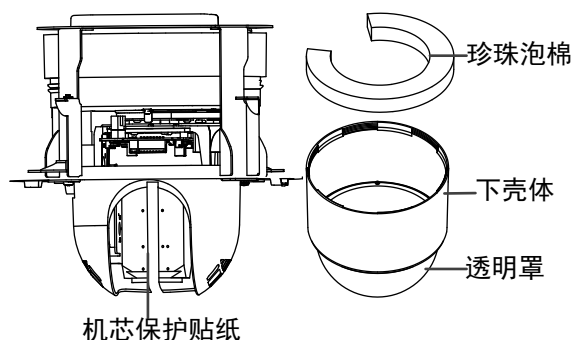

图2-22 智能球的拆封
1. 逆时针旋转智能球透明罩，取下透明罩及下壳体，如图 2-22 所示。